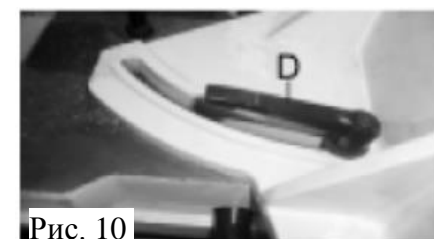

Рис. 10
3. В случае необходимости регулировки ослабьте зажимную рукоятку (D) (Рис. 10). Ослабьте установочный винт и вращайте регулировочный винт до тех пор, пока губка тисков не будет расположена под углом 90 градусов относительно пильного полотна. ПРИМЕЧАНИЕ. Вращать винт от противоположного конца до рабочей поверхности губки. Когда губка будет расположена под углом 90 градусов к пильному полотну, конец винта должен соприкоснуться с резьбовой шпилькой зажимной рукоятки. После чего затяните установочный винт.
4. В случае необходимости регулировки ослабьте зажимную рукоятку (D) (Рис. 10). Ослабьте установочный винт и вращайте регулировочный винт до тех пор, пока губка тисков не будет расположена под углом 45 градусов относительно пильного полотна.